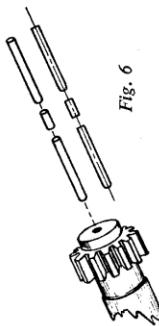

Fig. 6
8. Mellomakslen sættes i venstre krumtaphushalvpart. Husk at den afræsede flade på bryset skal vendes mod tandkransen. Har koblingen ikke været adskilt, sidder mellomakslen i denne krumtaphushalvpart, og udloserstænger skal i dette tilfælde ilægges nu, se fig. 6. Forst en lang stang med runding mod udlosserten. Derpå en kort stang og til sidst en lang stang vendt med fladen mod kort stang. Det vil sige, at en lang stang vender med fladen mod højre krumtaphushalvpart.